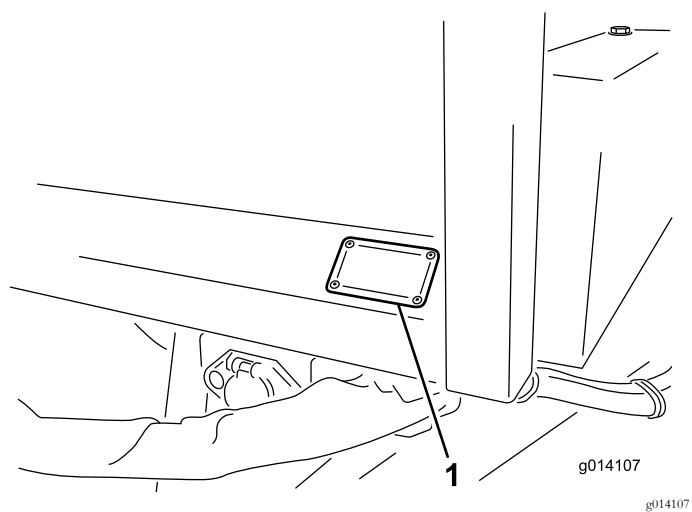

Figure 23
14. Apposez l'autocollant réf. 136-7585 près de l'étiquette du numéro de série sur le côté avant gauche de la machine (Figure 23).